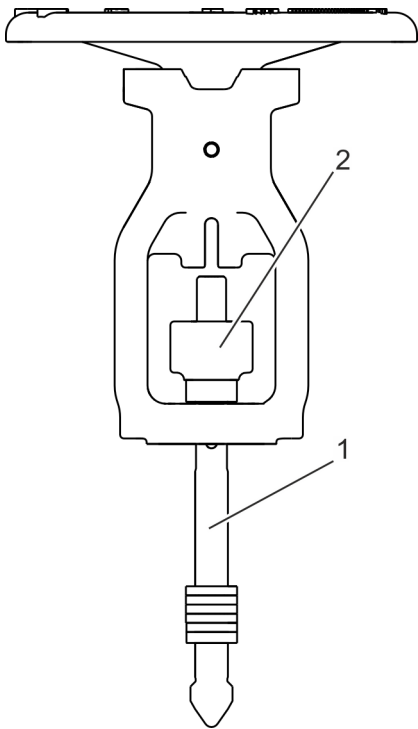

Fig. 26: Dévissage de la broche
- 15. ➤ Dévisser la broche (Fig. 26/1) de la douille taraudée.
- 16. ➤ Retirer le fouloir de presse-étoupe (Fig. 26/2) de la broche.
- 17. ➤ Retirer la broche (Fig. 26/1) du chapeau en étrier.